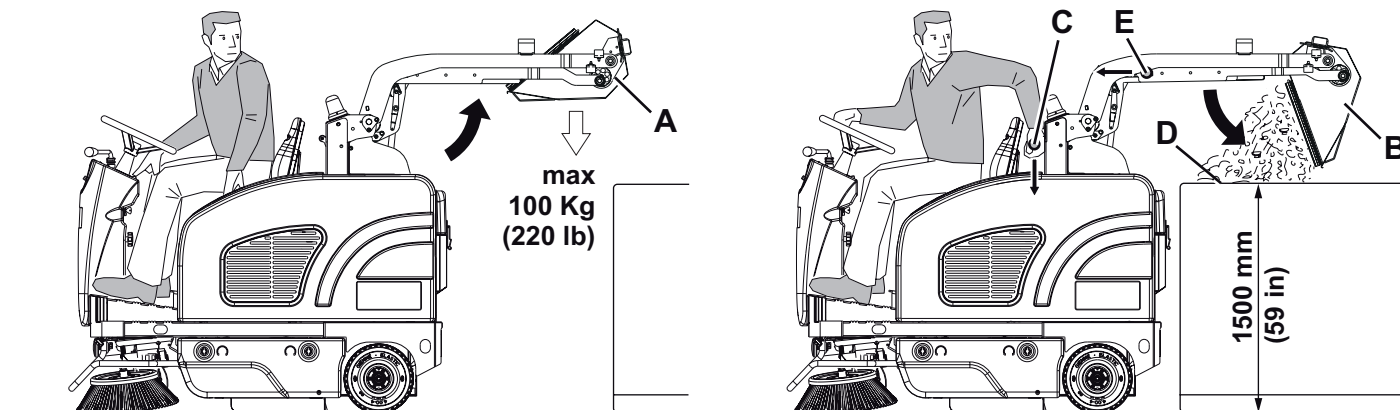

Рис. 1
2. Нажмите выключатель блокировки бункера (66) при нажатом переключателе подъема бункера (81) для подъема бункера (А, Рис. 1) в нужное положение.
4. Для выгрузки собранного мусора и пыли (D), опрокиньте бункер (B), воспользовавшись рычагом (C).